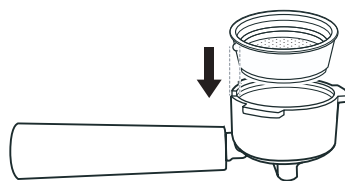

Рис. 3
- Выберите один из фильтров для кофе (20 или 21) и установите его в держатель (19), совместив выступ на фильтре с прорезью в держателе (19) и поверните фильтр по/против часовой стрелке (рис. 3, 4).